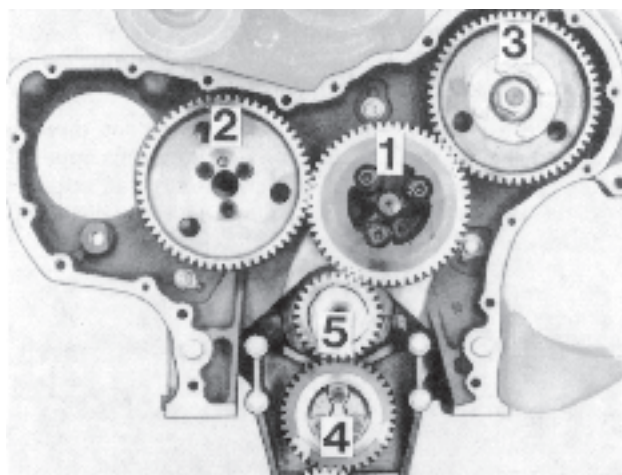

Fig. 47 Pignons de distribution
8. Déposer le pignon intermédiaire (1, fig. 47) avec son axe, la rondelle butée ainsi que le flasque.
2. S'assurer que la goupille de positionnement du pignon d'arbre à cames a été remise en place. Remonter le pignon d'arbre à cames (2, figure 47). Couple de serrage : 45 Nm (4,5 kpm). Verrouiller les vis avec des rondelles de verrouillage.
14. Déposer le pignon d'arbre à cames (2, fig. 47). Si nécessaire, se servir de l'extracteur 2679 (fig. 48).